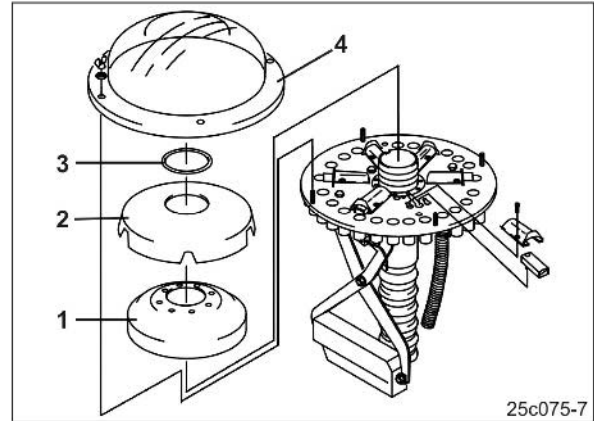

Fig. 131
10. Schaumstoffeinsatz (Fig. 131/1) montieren
11. Verteiler-Innenhaube (Fig. 131/2) montieren
12. Ring (Fig. 131/3) montieren
13. Verteileraußenhaube (Fig. 131/4) montieren
2. Der Ölspiegel muss im Ölauge (Fig. 131/1) sichtbar sein.
6. Das Variogetriebe durch den Öleinfüllstutzen (Fig. 131/2) bis zum Ölauge mit Getriebeöl befüllen.